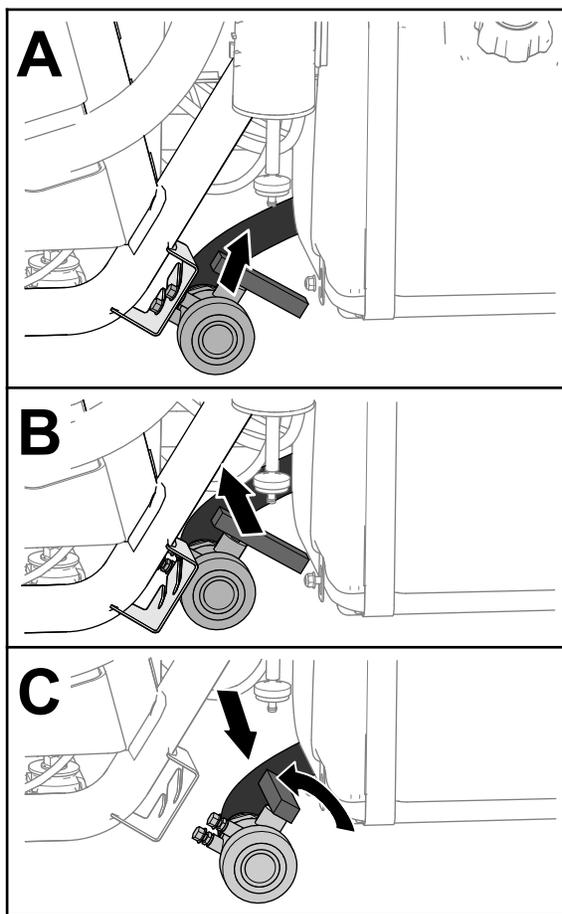

图27
2. 找到机器左侧、油缸前方的药缸排水阀 图27。
3. 提起排水阀并向内移动直至阀的安装螺栓离开排水阀支架中的槽然后向后移动排水阀 图27。
4. 将排水阀的端部与排水容器对齐将手柄逆时针旋转至打开位置 图27。
5. 当药缸完全排空时将排水阀手柄旋回已关闭位置然后将排放阀安装到支架上 图27。